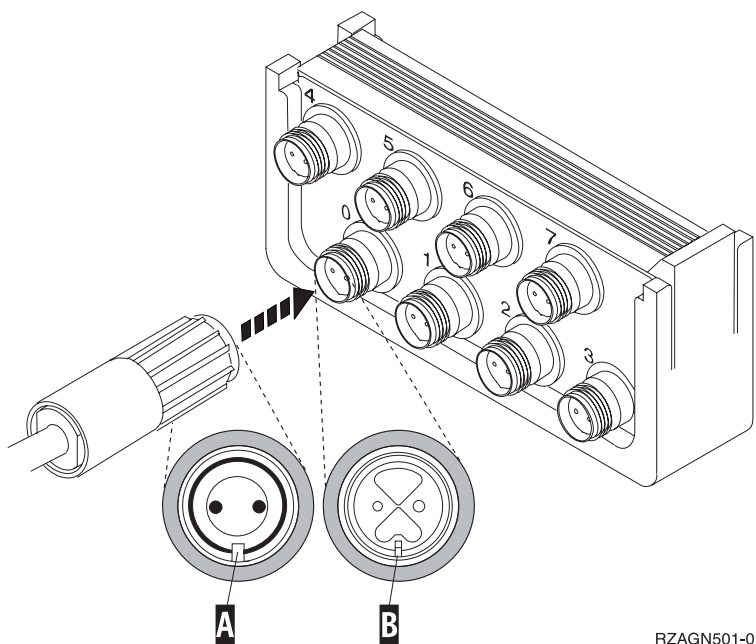

Figura 3. Onde Ligar o Cabo da Consola da Unidade do Sistema
- ___ 5. Alinhe a chave **B** da **porta 0** no conector do cabo Biaxial de 8 portas com a ranhura **A** do cabo de ligação Biaxial (Figura 3).